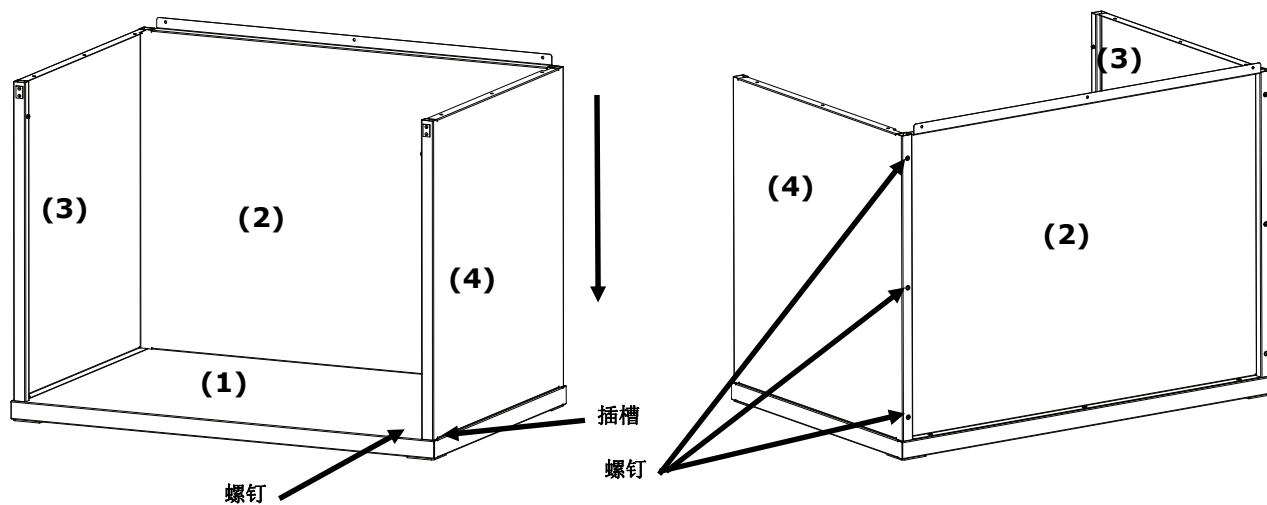

图 4。将右板插入后背和底板
5. 将右板 (4) 光滑面朝外置于后板 (2) 的上方边缘处。
6. 将右板 (4) 沿着互锁槽向下滑动，直至右板 (4) 的前袢扣插入底板 (1)。按图 4 所示，用四颗螺钉将右板 (4) 固定至底板和后背。